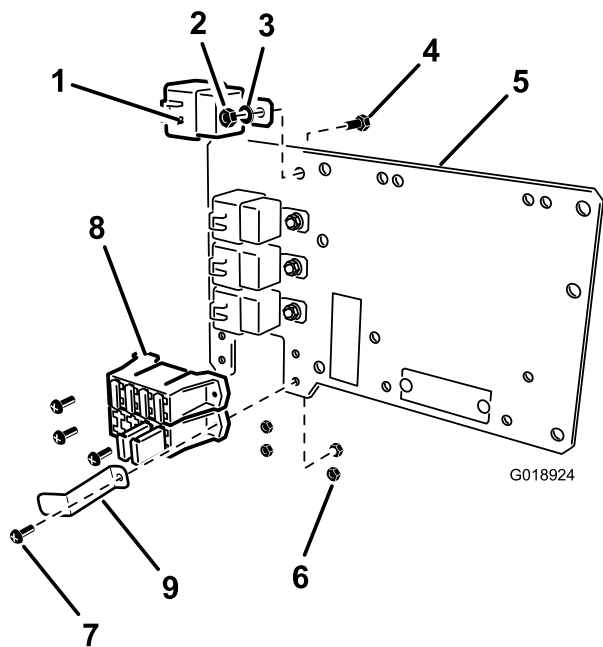

Figura 12
1. Fissate 4 relè alla piastra di appoggio () mediante 4 bulloni (1/4 x 5/8 poll.), 4 rondelle di bloccaggio (1/4 pollice) e 4 dadi &Nut1_4 come illustrato in Figura 12.
2. Fissate le estremità del portafusibili del cablaggio alla piastra di appoggio e il fusibile di arresto mediante 4 viti (n. 10) e 4 dadi (n. 10), come illustrato in Figura 12.